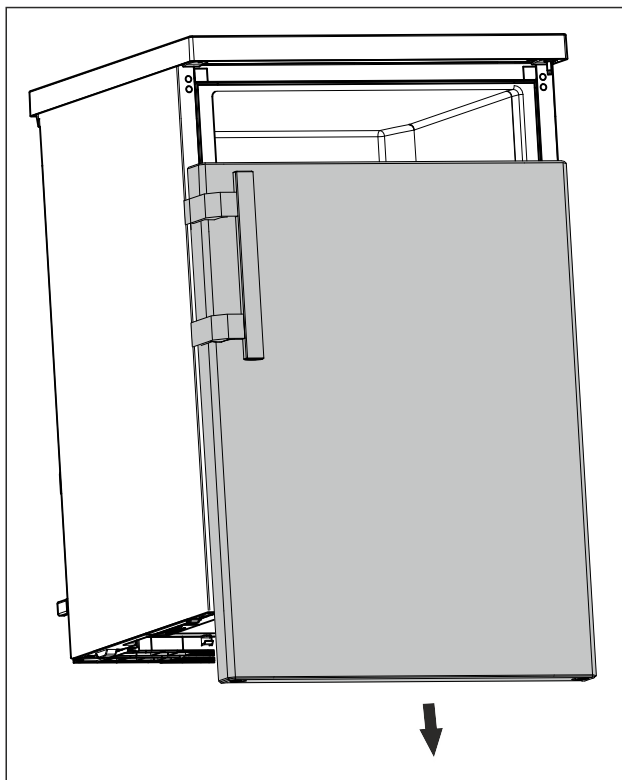

Fig. 12
- ▶ Skinite vrata prema dolje. (pogledajte Fig. 12)